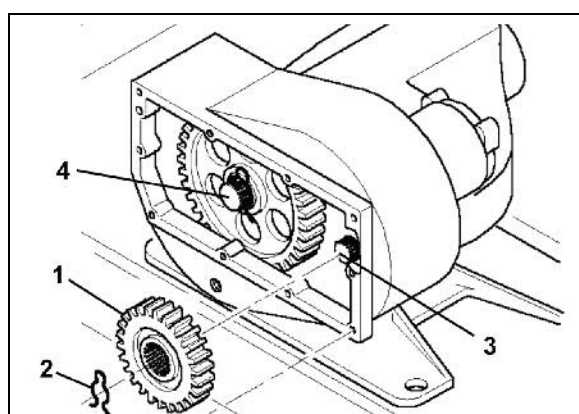

Fig. 47
Die Zahnräder (Fig. 47/1) sind mit Halterungsfedern (Fig. 47/2) auf den Wellenenden gegen axiale Verschiebung gesichert.
3. Halterungsfedern (Fig. 47/2) entfernen.
4. Zahnräder von den Wellenenden der Antriebswelle (Fig. 47/3) und der Nebenwelle (Fig. 47/4) abziehen.
5. Zahnräder im Getriebe anhand der Drehzahltable (Fig. 47) untereinander austauschen oder durch einen anderen Zahnradatz ersetzen.
6. Halterungsfedern (Fig. 47/2) an beiden Wellen montieren.